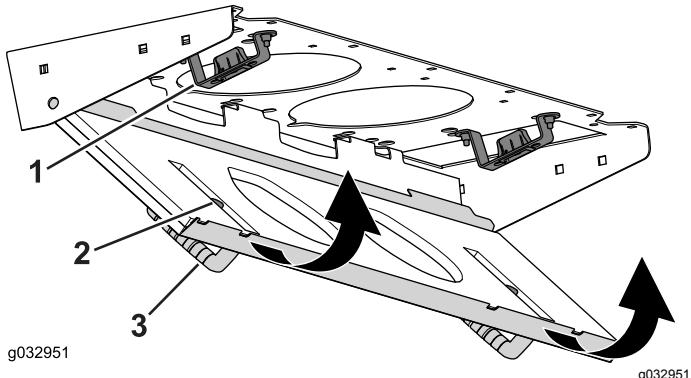

Figure 137
4. Faites pivoter le filtre sur les languettes jusqu'à ce que le pêne s'enclenche dans la gâche (**Figure 137**).